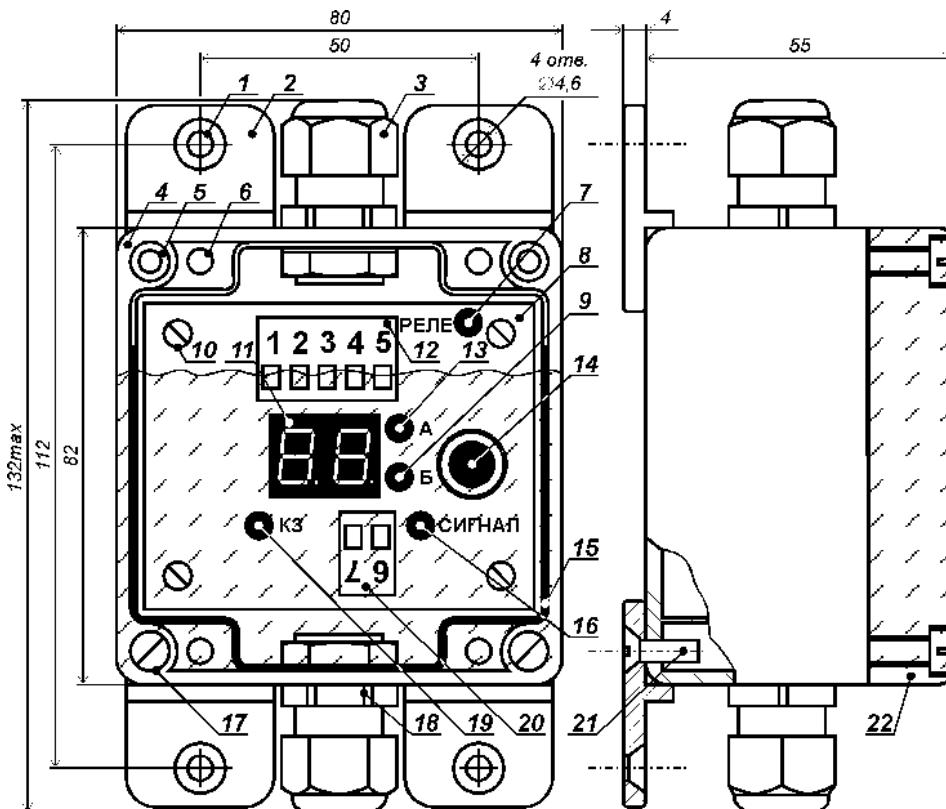
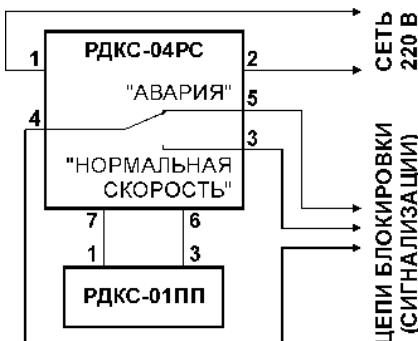

Рис. 2. Конструкция реле скорости РДКС-04РС.
Рис. 9. Схема соединений составных частей УКС и назначение внешних клемм.
Конструкция реле скорости РДКС-04РС (далее именуемого «РС») показана на рис. 2. Устройство размещено в пластмассовом корпусе [поз. 4], который закрыт прозрачной крышкой [поз. 22] через уплотнитель [поз. 15] четырьмя винтами [поз. 17]. Винты вворачиваются в резьбовые втулки [поз. 5], запрессованные в стенках корпуса.
- светодиод: «Реле» [поз. 7], показывающий состояние выходных контактов РС. Светодиод горит, когда контакты находятся в положении «Нормальная скорость» (рис. 9).
Схема подключения УКС изображена на рис. 9.
После подачи питания и до нажатия на энкодер [поз. 14 на рис. 2] РС находится в режиме «Работа». Светодиод «А» [поз. 13 на рис. 2] горит, если скорость механизма выше номинальной, а светодиод «Б» [поз. 9 на рис. 2] – если ниже. Цифровое табло [поз. 11 на рис. 2] показывает процент отклонения текущей скорости механизма от номинальной. Если отклонение превысило заданный порог и это превышение длится дольше заданной задержки, то контакты выходного реле РС переходят в положение «Авария» (рис. 9). При изменении скорости на 50 % и более задержка отсутствует. Цифровое табло отображает зафиксированный процент изменения скорости: если скорость в момент отключения была выше номинальной, то горит светодиод «А», а если ниже – то светодиод «Б». В случае принудительного (миняя контакты РС) пуска механизма, когда его скорость войдёт в допустимый диапазон и пройдёт заданное время задержки, контакты реле вернутся в положение «Нормальная скорость» (рис. 9).
В режиме «Автонастройка» РС запоминает текущую скорость объекта, в дальнейшем принимая её за номинальную (за 100%). Контакты реле переходят в положение «Нормальная скорость» (рис. 9) и одновременно мигают светодиоды «А» и «Б».
4. Если при подаче на РС сетевого напряжения загорается светодиод «КЗ» [поз. 19 на рис. 2], то следует проверить правильность выполнения п. 1 или устранить короткое замыкание в линии связи между ПП и РС.